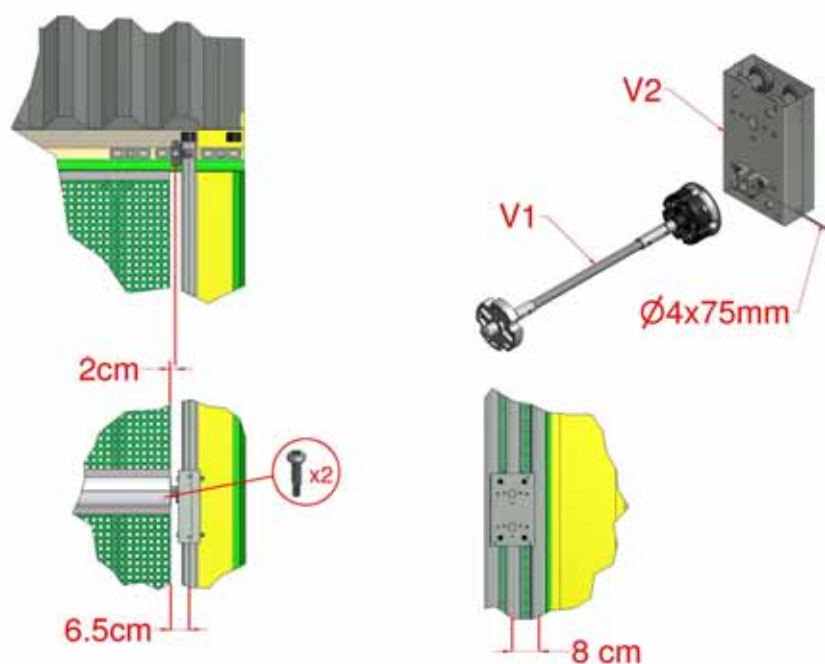

Abbildung 30: Fahrwerkskasten – freies Ende
- 6.1 Zur Montage des als Option erhältlichen Fahrwerkskastens für das freie Ende die zusätzliche(n) stirnseitige(n) Halterungen (E1) am freien Ende montieren, siehe Abschnitt 2.1. Das Ende des unteren Rollrohrs muss 2 cm von der Mitte der oberen stirnseitigen Halterungen (E1) bzw. 6,5 cm von der Mittellinie des Torsionsrohrs entfernt enden, siehe Abbildung 30.
- 6.2 Für stirn-/stirnseitige Montage Löcher zur Befestigung im Fußboden vorbohren, so dass der Mittelpunkt des Rohrs 8 cm von der Mitte des inneren Führungsrohrs entfernt ist, siehe Abbildung 30. Welle für freies Ende in das Ende des unteren Rollrohrs einschieben und mit zwei selbstbohrenden Schrauben M4.2x19 sichern.